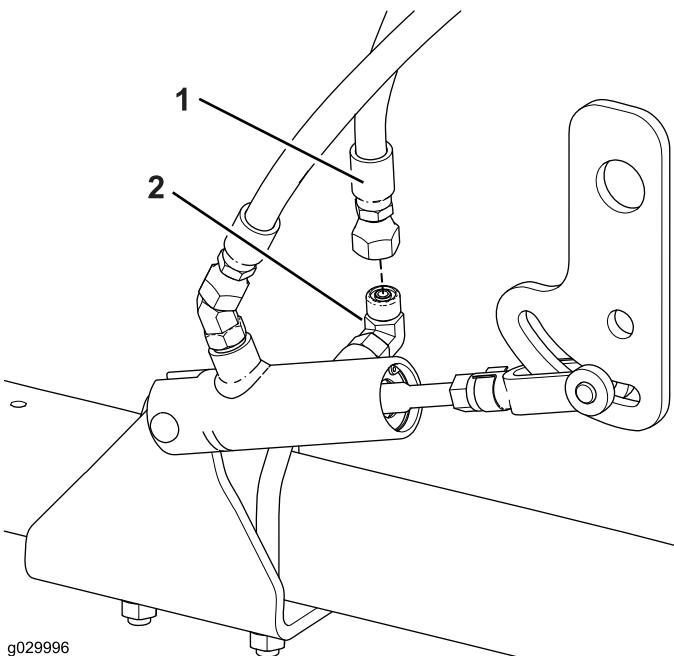

Figure 18
5. Branchez le raccord (droit) qui est au bout du grand flexible hydraulique sur le raccord hydraulique (90°) du vérin hydraulique (Figure 18).